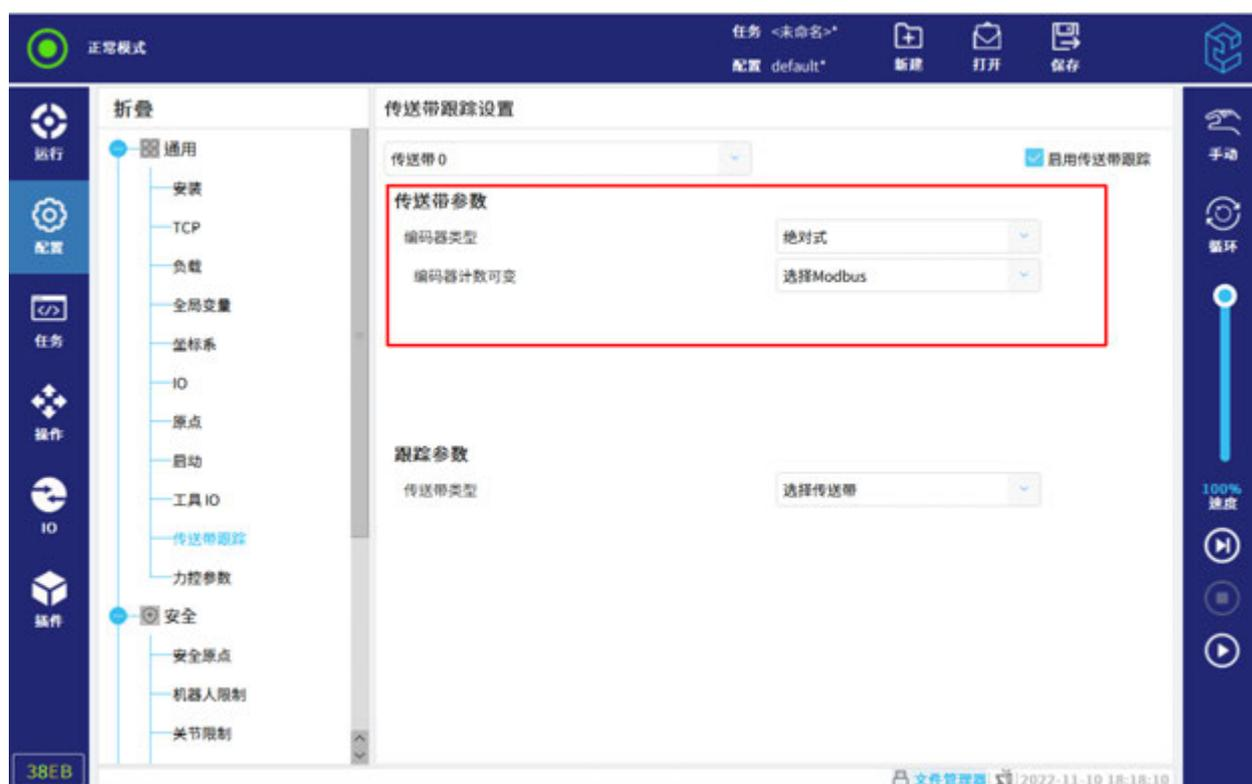

図 12-33 コンベアパラメータの設定
4. 「エンコーダカウント変更可能」を「Modbus」にする、図 12-33 に示す。